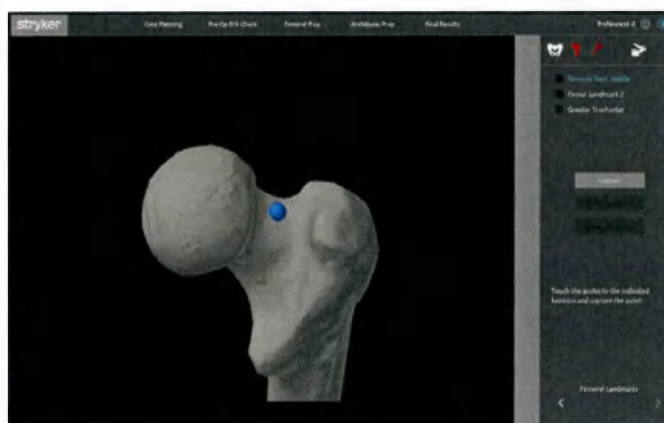

Рисунок 49. Страница бедренных ориентиров
1. **Ориентиры пациента:** с помощью зонда соберите все ориентиры бедренной кости, идентифицированные в программном обеспечении, в пределах 5 мм (Рисунок 49). Размещение ориентиров различается в зависимости от хирургического подхода. Эти ориентиры идентифицируются перед операцией на странице «Femoral CT Landmarks» (КТ-ориентиры бедренной кости) и необходимы для правильной ориентации бедренной кости.